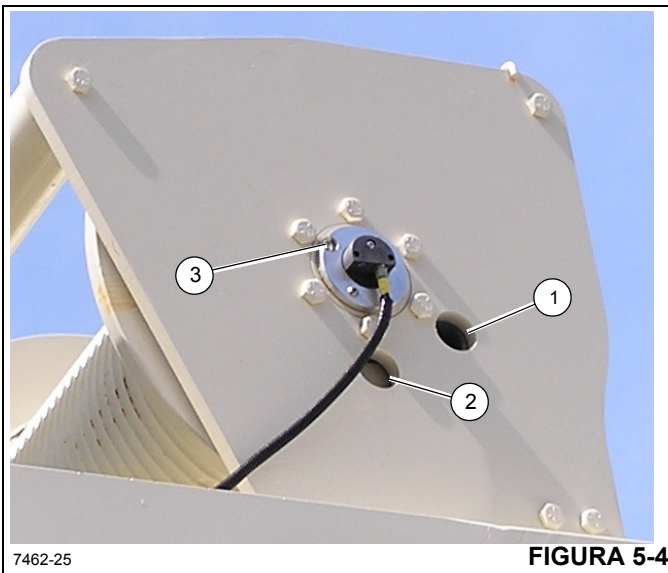

FIGURA 5-4
- Gire o tambor até que o bujão de enchimento/nível (1, Figura 5-4) seja visível pelo furo de inspeção.
- Remova o bujão de enchimento/nível (1) e verifique visualmente o nível de óleo. O óleo deve estar nivelado com a parte inferior do furo de inspeção. Se precisar de mais óleo, adicione e reinstale o bujão de enchimento/nível.
- Para drenar ou adicionar novo óleo, remova o bujão de ventilação (3, Figura 5-4). Remova o bujão do dreno (2) com uma chave sextavada e aparafuse um tubo de 1 polegada no furo do bujão do dreno (2) para que o óleo seja drenado. Drene o óleo hidráulico. Retire o tubo de drenagem de 1 polegada e instale o bujão do dreno (2).
- Para abastecer com óleo, gire o tambor para que a porta de enchimento/nível (1, Figura 5-4) fique visível através do furo superior. Para ajudar a adicionar o óleo, instale no furo de abastecimento (1) um tubo de 1 polegada com cotovelo. Retire o bujão de enchimento/nível com uma chave sextavada e abasteça a caixa de engrenagens com 3,3 l (3.50 qt) de óleo lubrificante de engrenagens. Consulte *Lubrificação*, página 5-3.